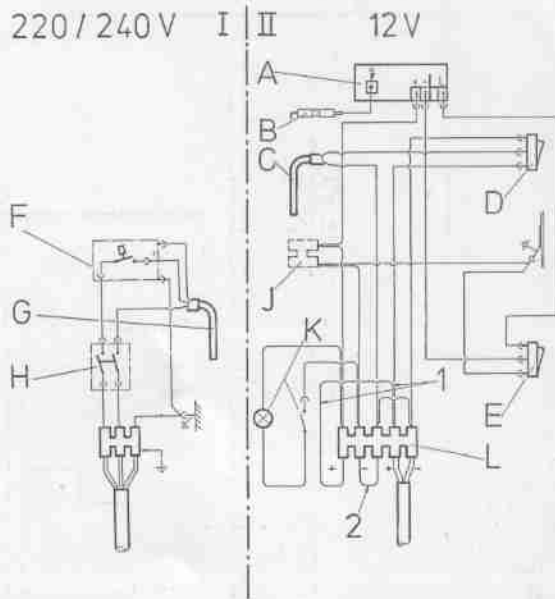
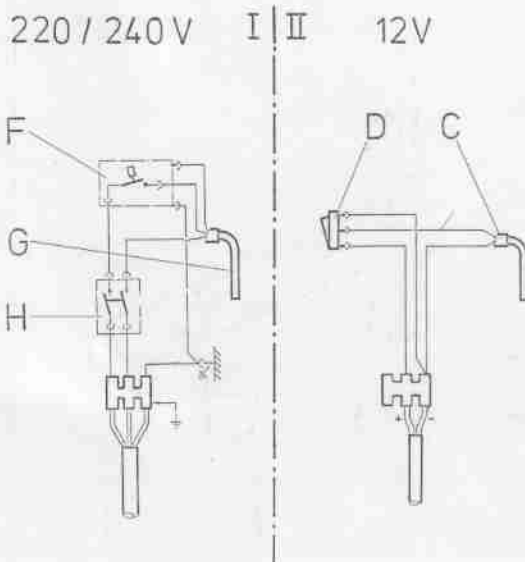

Fig. 6
Fig. 8 Mod. 2211-1
Für das Modell **RM 2210-1** gilt der Schaltplan, Fig. 6 und für Modell **RM 2211-1** Fig. 8.
Fig. 6 zeigt den elektrischen Schaltplan des Gerätes im Lieferzustand. Die 12 V Versorgung tritt bei (L) ein. Der elektronische Zünder (A) wird über zwei Brücken (1) und (2) an der Lüsterklemme (L) versorgt, sowie auch, wenn vorhanden, die Innenbeleuchtung (K).
In einigen Modellen ist eine separate Lüsterklemme vorhanden (J) in Fig. 6. Wenn dies der Fall ist, entfernt man, wie vorher, die Brücken (1) und (2), schließt aber die separate Versorgung bei (J) an.